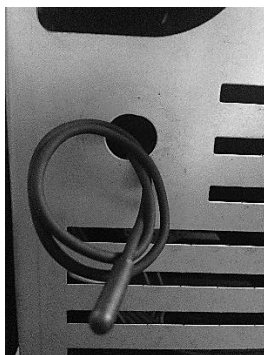

Figure 18 - Sonde à température ambiante
- Les salamandres *Granulés* Ils disposent d'une sonde pour mesurer la température ambiante. Cette sonde est fixée à la grille à l'arrière (voir Figure 18). Pour une lecture la plus précise possible de la température ambiante, évitez le contact de l'extrémité de la sonde avec le châssis de la machine. Si vous le souhaitez, vous pouvez aussi l'installer sur le mur à côté de la machine.